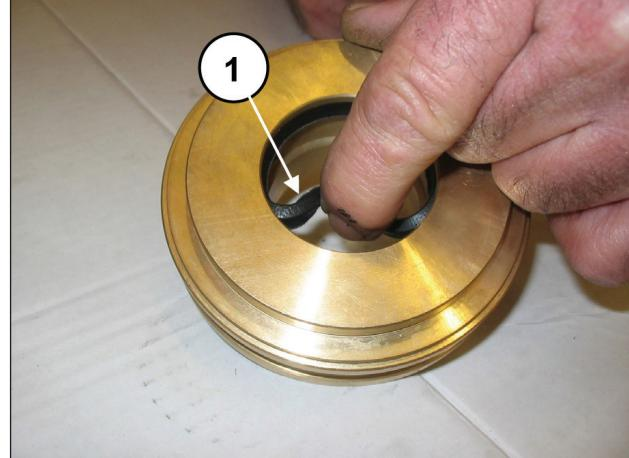

Abb. 134
Setzen Sie die ND-Dichtung in den Dichtungshalter ein (Pos. ①, Abb. 134) und achten Sie hierbei auf die Einbaurichtung mit nach vorn gerichteter Dichtlippe (zum Kopf hin).